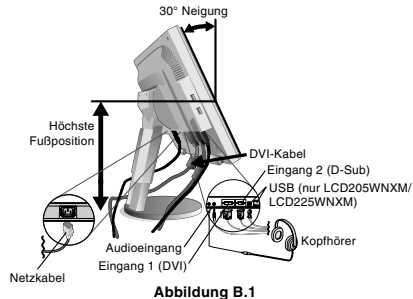
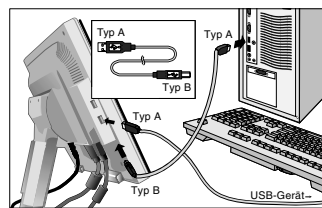

Abbildung B.1
Abbildung C.1
3. Fassen Sie den LCD-Bildschirm auf beiden Seiten an, neigen Sie ihn in einem Winkel von 30 Grad und heben Sie ihn in die höchste Position (**Abbildung B.1**).
4. Verbinden Sie alle Kabel mit den entsprechenden Anschlüssen auf der Rückseite des Monitors (**Abbildung B.1**). Verbinden Sie den Anschluss des Typs B mit dem USB-Upstream-Port unten am Monitor und den Anschluss des Typs A mit dem Downstream-Port am Computer (**Abbildung C.1**). Wenn Sie das Kabel eines USB-Geräts verwenden können, müssen Sie es in einen der Downstream-Ports unten oder seitlich am Monitor einstecken. Schließen Sie die Kopfhörer (nicht mitgeliefert), wenn gewünscht, an die entsprechende Buchse auf der Rückseite des Monitors an (**Abbildung B.1**).